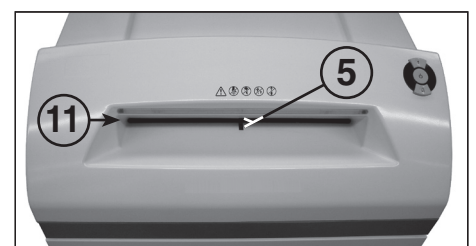

fig. 3
- 5 = Barrière lumineuse (marche avant) (fig. 3)